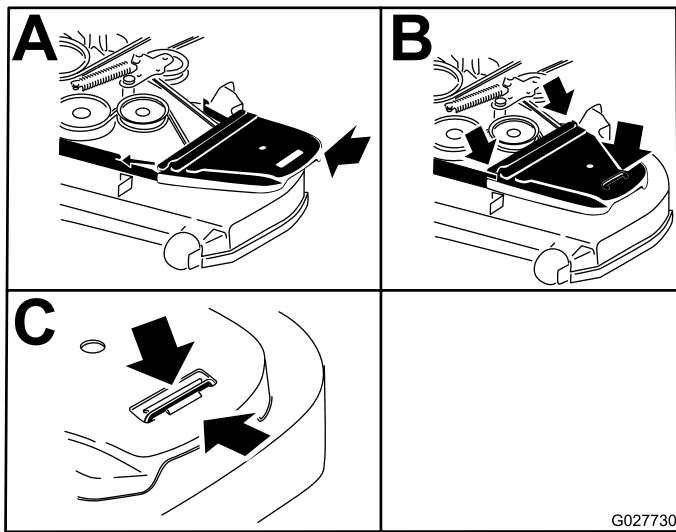

Figura 88
14. Instale las cubiertas de la correa (Figura 88).